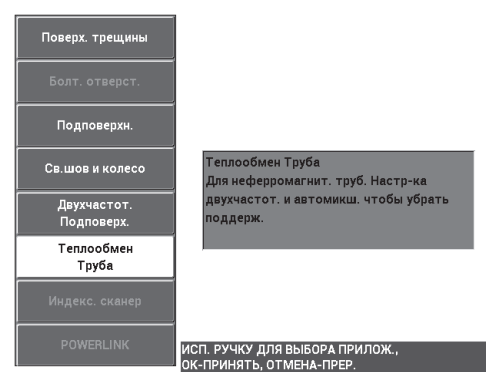

Рис. 5-134 Приложение Контроль теплообменных труб
2. Нажмите клавишу меню ADV SETUP () и выберите **ВЫБОР ПРИЛОЖ.** (клавиша A), чтобы открыть меню выбора приложений. С помощью ручки регулятора выберите **Теплообмен. трубы** и нажмите  для подтверждения (см. Рис. 5-134 на стр. 228).